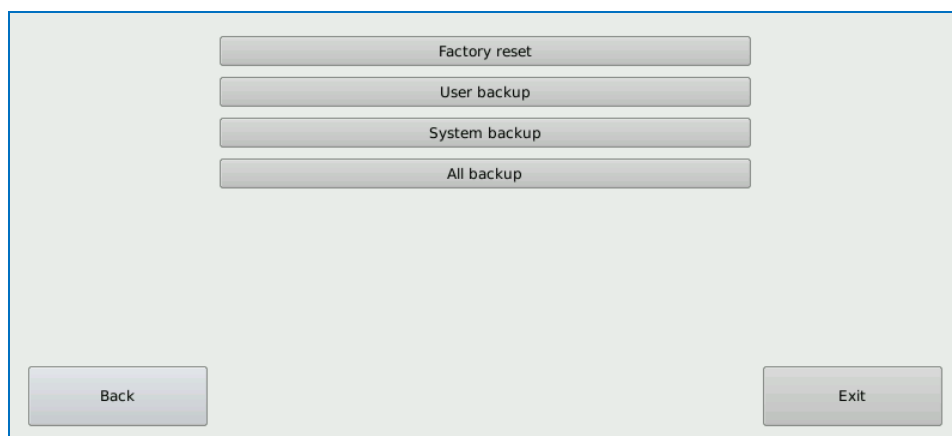

Рисунок 254 – Окно сервисных команд
- список сервисных команд представлен набором кнопок, соответствующая сервисная команда будет выполнена при нажатии одной из кнопок (Рисунок 254);